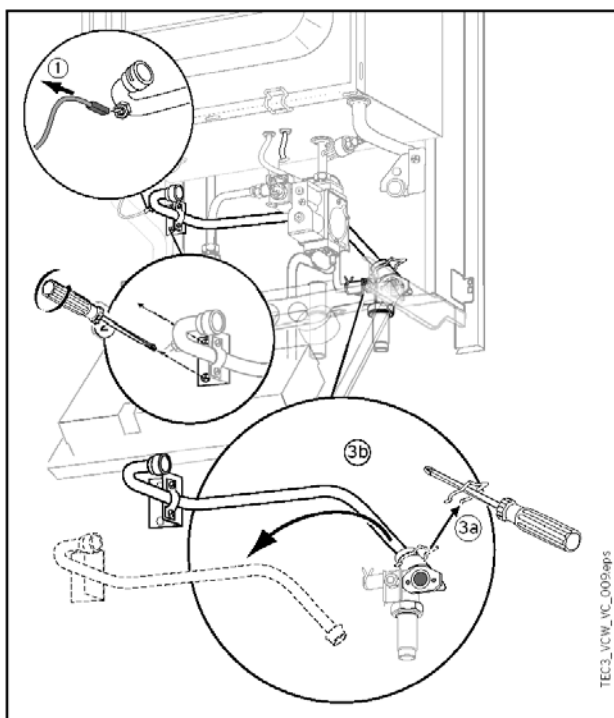

Рис. 9: Демонтируйте трубку между узлом насоса и вторичным теплообменником
10. Демонтируйте трубку между узлом насоса и вторичным теплообменником. См. рис. 9